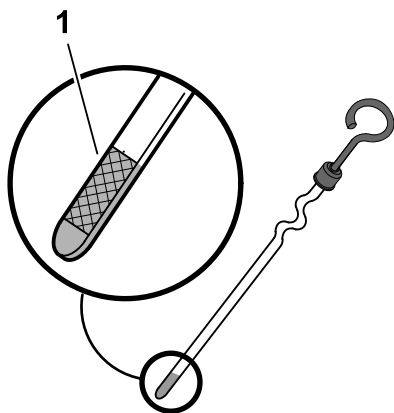

Bild 30
4. Führen Sie den Peilstab vollständig in das Peilstabrohr ein (**Bild 30**).